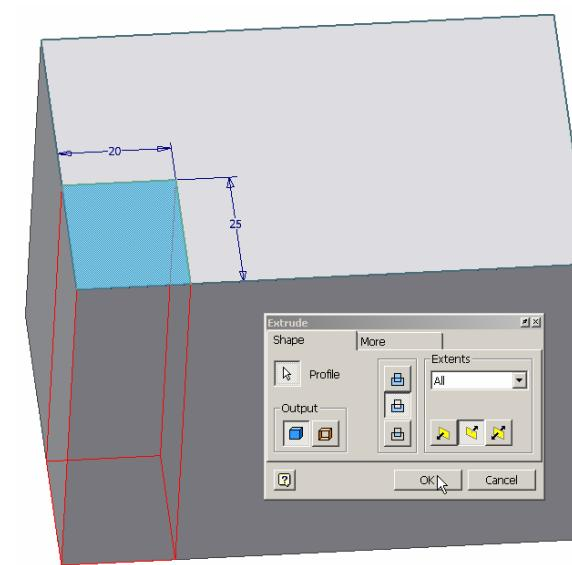

Figura 2.5.9.
- din lista **Extents** se selectează opțiunea **All** (extrudare pe întregul model), figura 2.5.9, conturul de extrudare fiind automat preselectat la lansarea comenzii, prin afișarea acestuia într-o culoare specifică selecției.